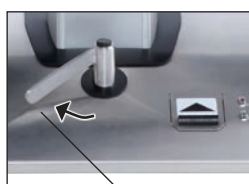

Fig. 8
- Pousser le levier vers la gauche  (4, fig. 8), pour sortir les roues.